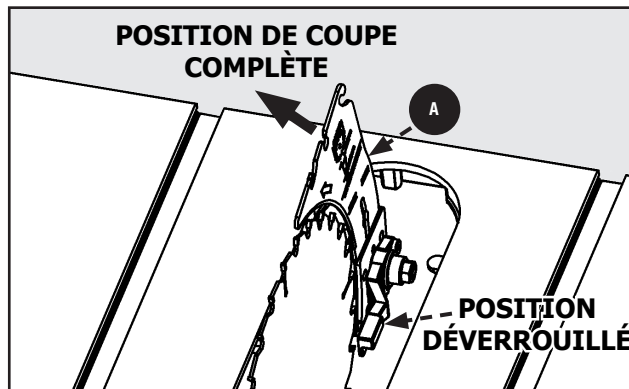

FIGURE 10
8. Replacer les clés **PC8** et **PC9** dans le panneau de rangement et fixer l'écrou à ailettes M8. Positionner le couteau diviseur à la position « coupe complète » avant l'installation de la plaque à gorge. Voir la Figure 10.